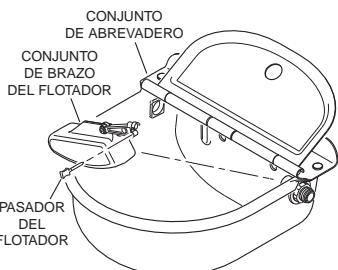
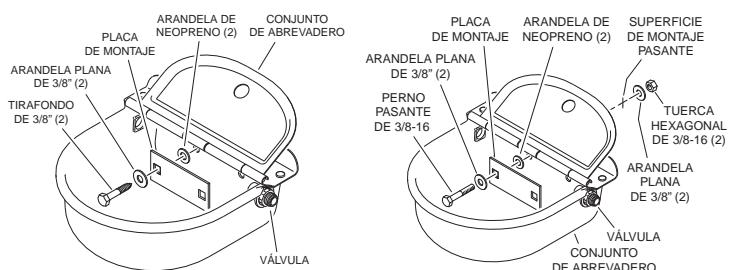

Figura 1
Figura 2
- Extraiga el pasador y el conjunto de brazo de flotador del abrevadero para tener acceso a los orificios de montaje (ver la figura 1).
- Haga un orificio en cada uno de los dos (2) lugares marcados.
- Instale el abrevadero tal como se ilustra (vea la figura 2 ó 3).